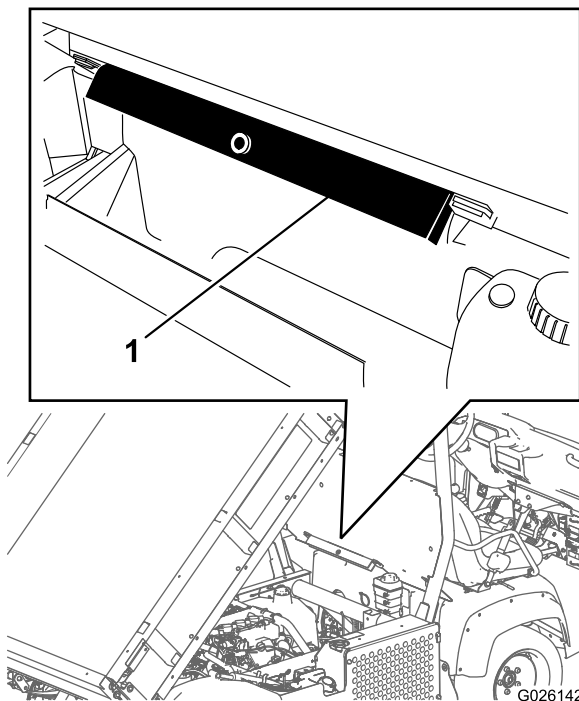

Figura 30
2. Retire el soporte de la plataforma de los soportes situados en la parte trasera del panel de protección anti-vuelco (Figura 30).